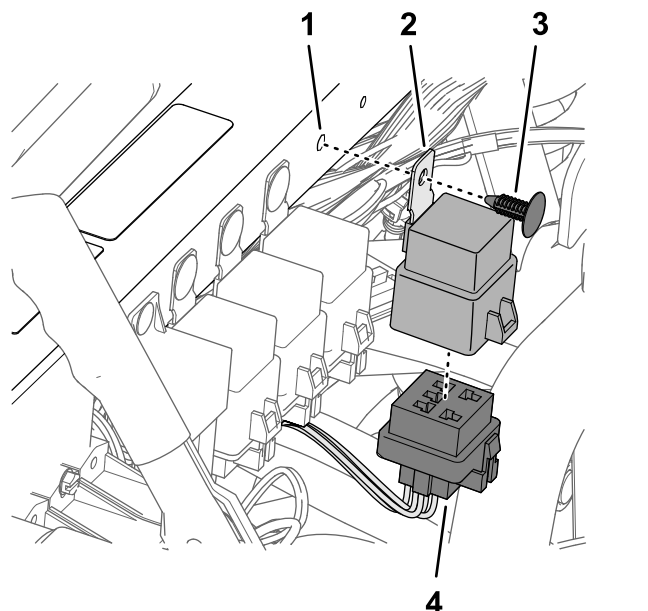

图189
1. 将继电器的 5 针接头接入套件线束上标有 ASC 10 启动继电器的 5 插槽接头上 图189。
2. 将继电器安装片上的孔与减震支撑管中的孔对齐并用压入式紧固件将继电器固定到支撑管上 图189。